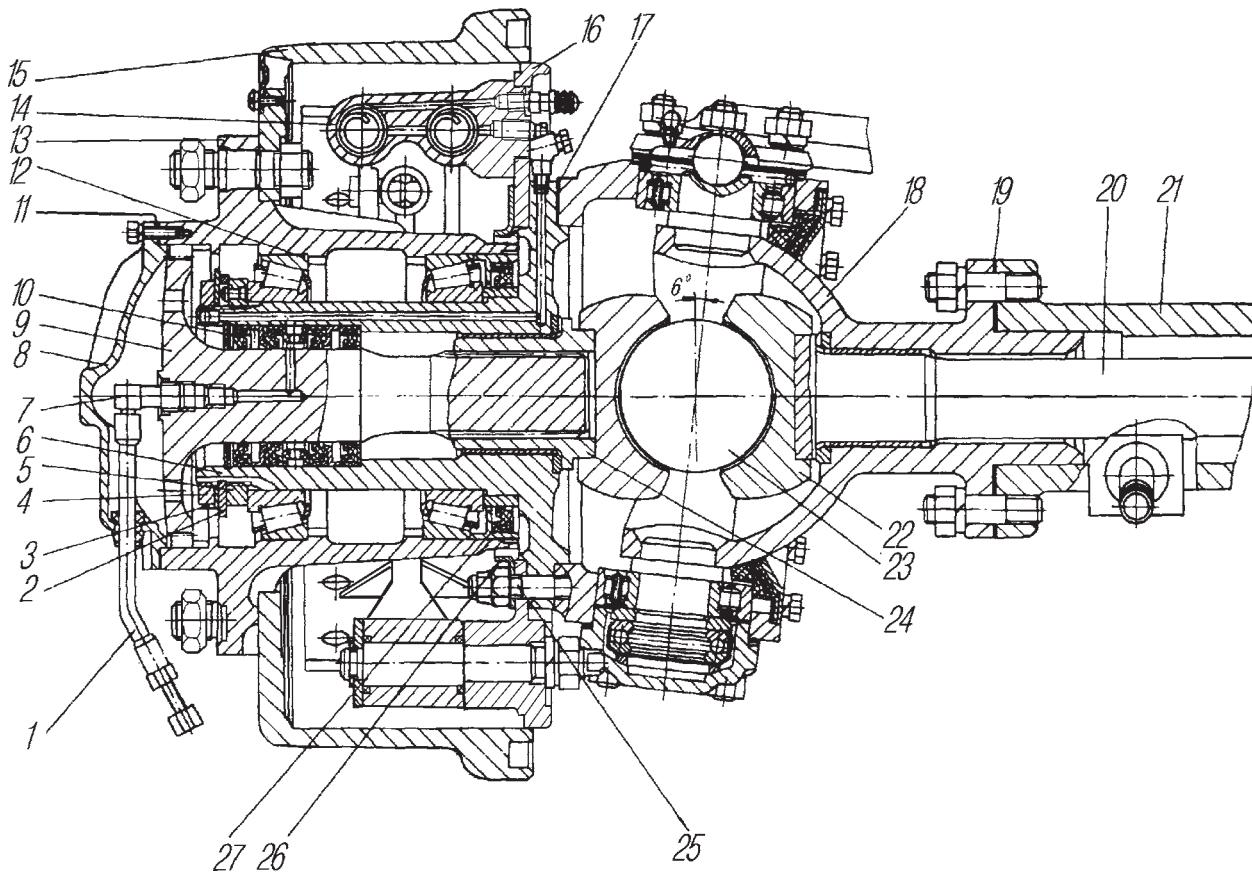
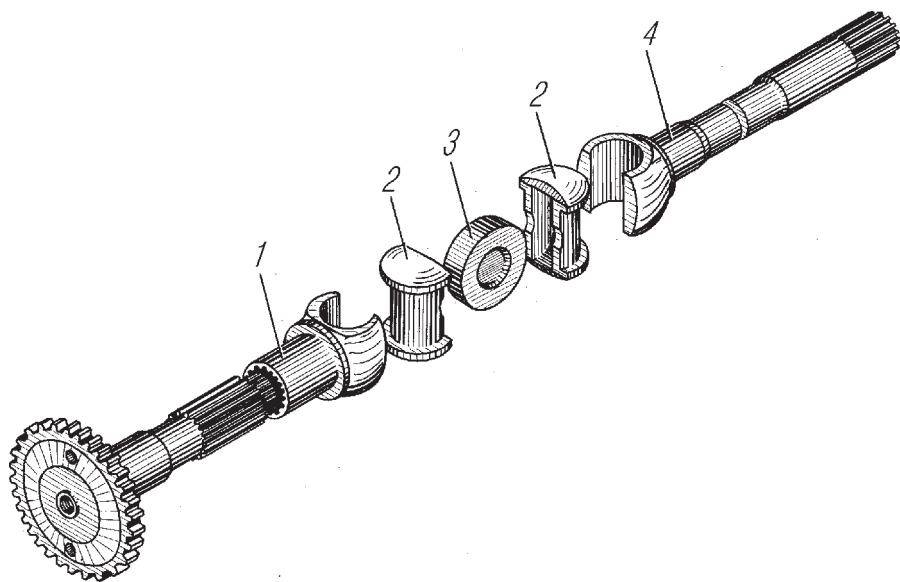

Рис. 41. Привод к управляемым колесам переднего ведущего моста:
Рис. 42. Шарнир равных угловых скоростей:
**Передний мост** автомобиля ведущий, управляемый. Конструкция привода к управляемым колесам переднего ведущего моста показана на рис. 41. Крутящий момент на передние ведущие колеса передается через полуоси и шарниры равных угловых скоростей (рис. 42).